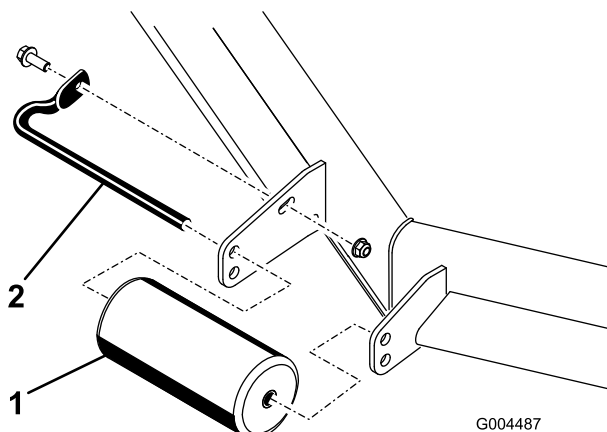
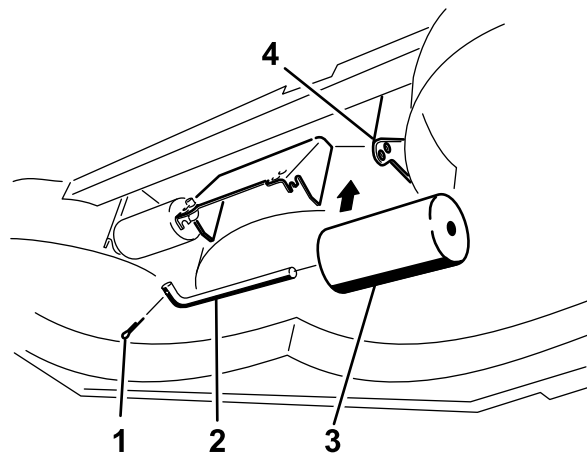

Figure 10
Figure 14
4. Retirez les fixations de chaque galet sur le plateau de coupe et montez ou abaissez les galets selon le cas ; reportez-vous aux Figure 10 à Figure 14 selon ce qui convient à votre plateau de coupe.